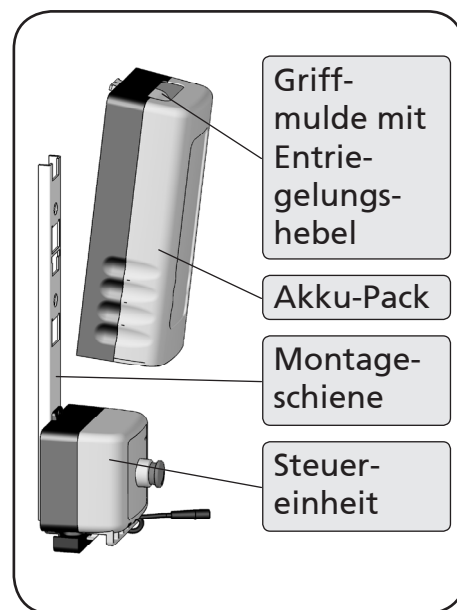

Abbildung 24
1. Greifen Sie von oben in die Griffmulde am Akkupack und ziehen Sie mit den Fingern den Entriegelungshebel nach oben (Abbildung 24).
2. Ziehen Sie gleichzeitig den Akkupack ein Stück von der Montageschiene weg und dann nach oben aus der Halterung heraus (Abbildung 24).